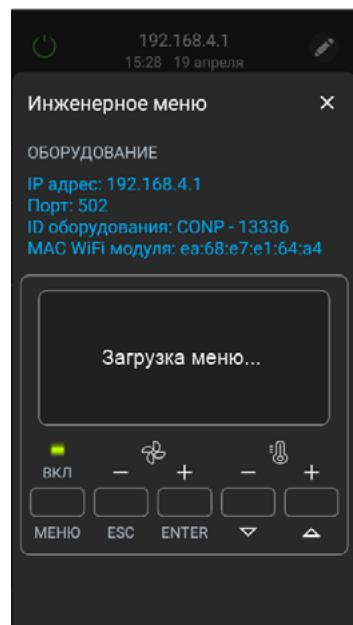

Рис.34
- Три раза нажмите на кнопку «ENTER» в нижней части экрана – вы перейдете на экран «Загрузка меню» (см. рис.34). Если вам необходимо выйти из «ИНЖЕНЕРНОЕ МЕНЮ» – нажмите три раза кнопку «ESC», панель спросит: «Применить настр. и выйти из меню?», далее нажмите кнопку «ENTER».